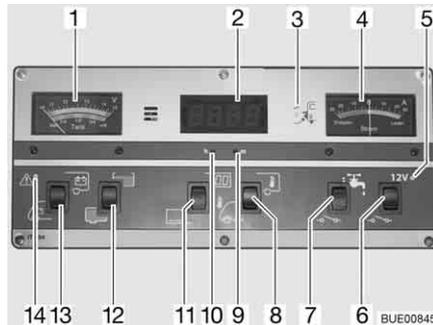

Fig. 136 Panneau de contrôle IT 994
Observer sur l'indicateur de charge/de niveau de réservoir (Fig. 136,1), la graduation supérieure. L'indicateur s'éclaire automatiquement dès qu'un commutateur est actionné.
- Commutateur à bascule (Fig. 136,13) vers le bas : La tension de la batterie de démarrage est affichée.
- Commutateur à bascule (Fig. 136,13) vers le haut : La tension de la batterie de cellule est affichée.
Observer sur l'indicateur de charge/de niveau de réservoir (Fig. 136,1) la graduation inférieure. L'indicateur s'éclaire automatiquement dès qu'un commutateur est actionné.
- Commutateur à bascule (Fig. 136,12) vers le haut : Le niveau du réservoir d'eau est affiché.
- Commutateur à bascule (Fig. 136,12) vers le bas : Le niveau du réservoir d'eaux usées est affiché.
Le voyant d'alerte rouge ALARME (Fig. 136,14) clignote dès que la charge de la batterie de cellule descend en dessous de 11 V (mesurée en marche) et qu'il y a risque de décharge profonde des batteries.
- Commutateur à bascule (Fig. 136,11) vers le haut : L'affichage de l'horloge numérique est activé. L'affichage de température est en ordre de marche.
- Commutateur à bascule (Fig. 136,11) vers le bas : L'affichage de l'horloge numérique et l'affichage de température sont désactivés.
- Appuyer avec un objet fin, p. ex. l'extrémité d'un stylo à bille, sur l'orifice pour l'affichage des heures (Fig. 136,10) jusqu'à ce que l'indication des heures souhaitée s'affiche.
- Appuyer avec un objet fin, p. ex. l'extrémité d'un stylo à bille, sur l'orifice pour l'affichage des minutes (Fig. 136,9) jusqu'à ce que l'indication des minutes souhaitée s'affiche.
- Commutateur à bascule (Fig. 136,8) vers le haut : La température intérieure s'affiche.
- Commutateur à bascule (Fig. 136,8) vers le bas : La température extérieure s'affiche.
Cet indicateur (Fig. 136,4) permet de visualiser en permanence le flux de courant actuel de la batterie. L'indicateur s'éclaire automatiquement dès qu'un commutateur est actionné.
L'interrupteur principal 12 V (Fig. 136,6) établit ou coupe le panneau de contrôle et l'alimentation 12 V de la cellule.
Mise en marche : ■ Commutateur à bascule (Fig. 136,6) vers le haut : L'alimentation 12 V de la cellule est assurée. Le voyant de contrôle (Fig. 136,5) s'allume en vert.
Mise hors service : ■ Commutateur à bascule (Fig. 136,6) vers le bas : L'alimentation 12 V de la cellule est coupée. Le voyant de contrôle (Fig. 136,5) s'éteint.
Le voyant de contrôle 12 V (Fig. 136,5) s'allume dès que l'interrupteur principal 12 V (Fig. 136,6) est enclenché.
Le voyant de contrôle jaune 230 V (Fig. 136,3) s'allume si l'arrivée du bloc électrique est sous tension de réseau.
Mise en marche : ■ Commutateur à bascule (Fig. 136,7) vers le haut : L'alimentation en eau est activée.
Mise hors service : ■ Commutateur à bascule (Fig. 136,7) vers le bas : L'alimentation en eau est désactivée.